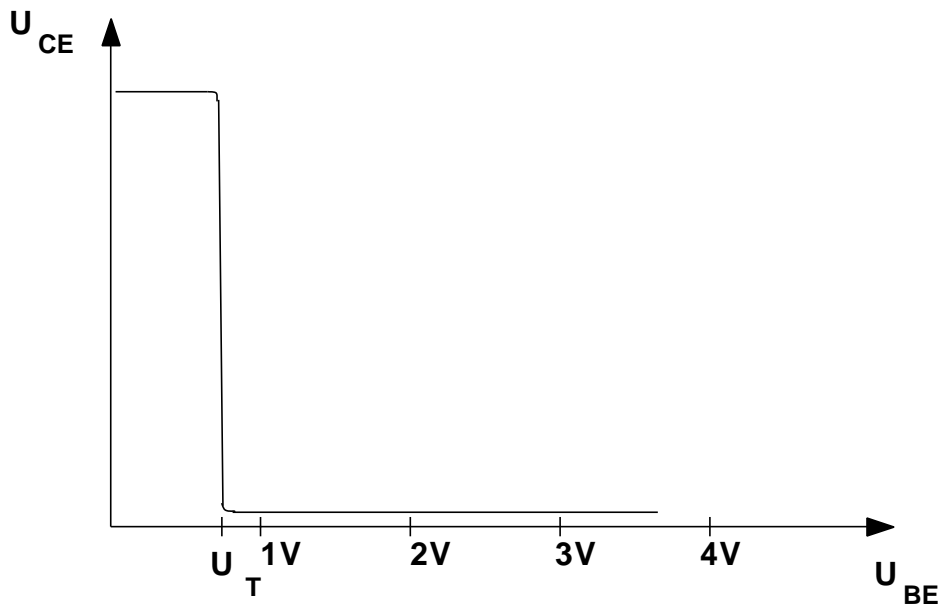

Abb. 4.2: Übertragungskennlinie Inverter
9. Überlegen sie grafisch welche Pulsweiten sich ergeben wenn eine Vorspannung von 0,5V anliegt, im Vergleich zu einer Vorspannung von 0V. Nehmen sie als Amplitude der Sinusschwingung 1V an. Benutzen Sie Abb. 4.2